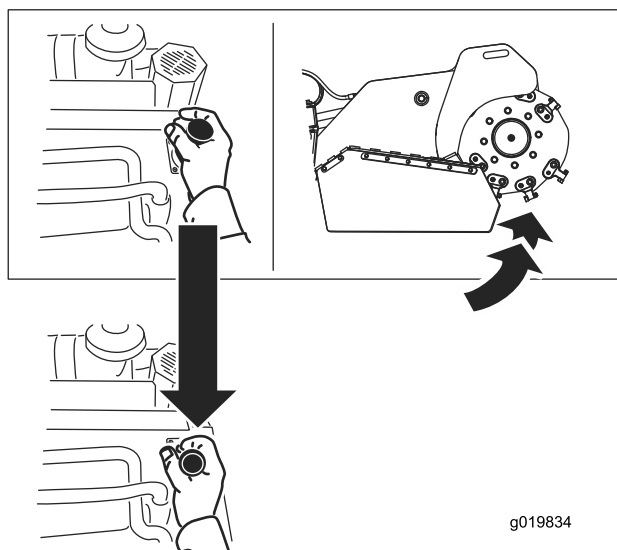

Figure 14
- Pour relever la dessoucheuse, tirez le levier en arrière (Figure 14).